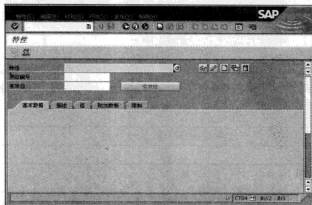

图 10-90 “特性”界面
STEP 1 在命令栏输入 SPRO 命令，通过菜单选择“组件→分类系统→主数据→特性”选项，或者直接在命令栏中输入“CT04”命令，进入“特性”界面，如图 10-90 所示。